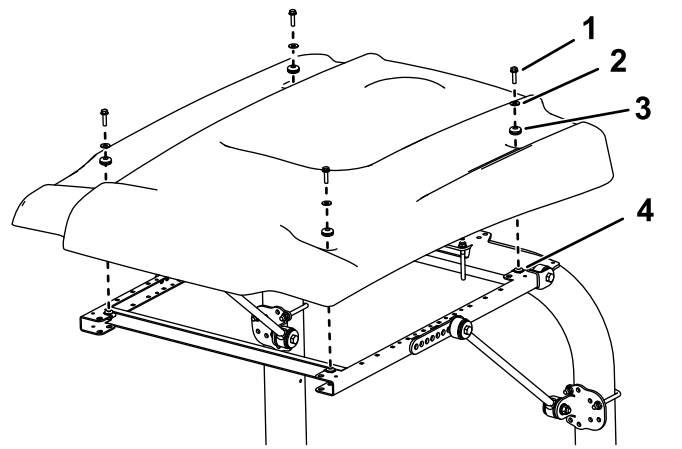

Figure 13
14. Lors de l'alignement des trous de fixation, positionnez le pare-soleil sur le cadre comme montré à la Figure 13.
15. Fixez légèrement chaque coin du pare-soleil au cadre avec un boulon à embase ($\frac{5}{16}$ " x $1\frac{1}{4}$ "), une petite rondelle et une bague (Figure 13).